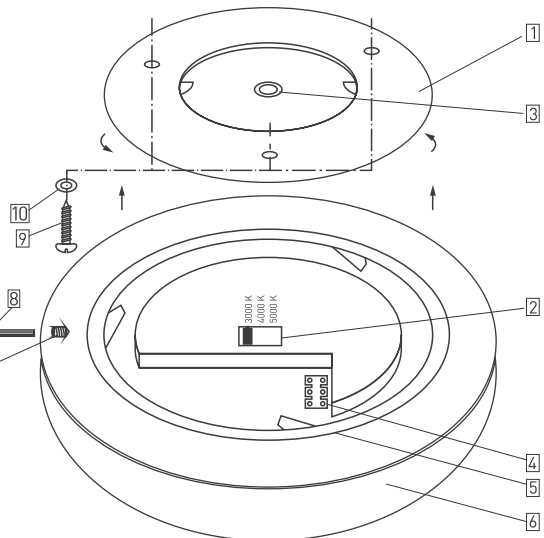

Рис. 2. Конструкция светильника
**⚠ ВНИМАНИЕ!** Для предотвращения несанкционированного демонтажа в конструкции крепления предусмотрен специальный стопорный винт [7] (см. рисунок 2). Для демонтажа светильника необходимо ослабить этот винт с помощью специального ключа [8] из комплекта поставки. Монтажное основание для отсоединения необходимо повернуть против часовой стрелки. Соответствующие обозначения имеются на корпусе светильника и на монтажном основании: «LOCK-OPEN», при этом «LOCK» соответствует положению «закрепить», а «OPEN» — «снять». После монтажа фиксирующий винт необходимо затянуть до контакта и довернуть на 15–20°.
- 3.1. Для переключения цветовой температуры воспользуйтесь переключателем CCT [2] (см. рисунок 2). Изменение режима работы допустимо делать только при отключенном питании светильника.